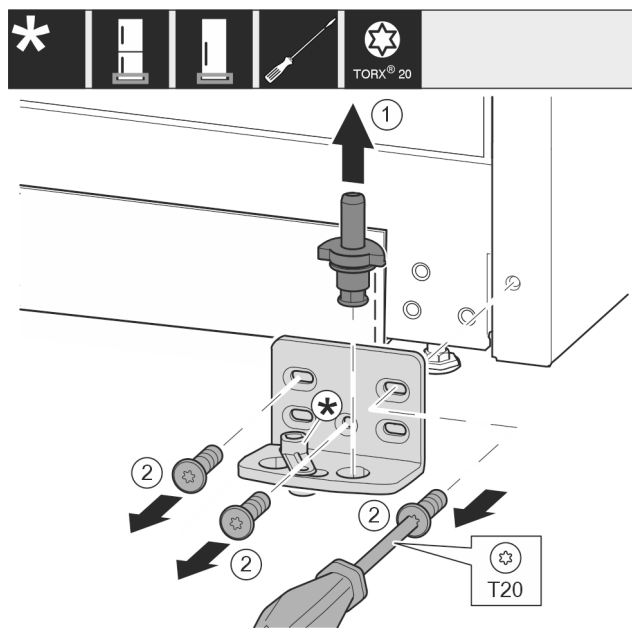

Fig. 17 \*
- Estrarre completamente verso l'alto i perni di supporto Fig. 17 (1).\*
- Svitare le viti Fig. 17 (2) con un cacciavite e rimuovere il blocco di supporto.\*